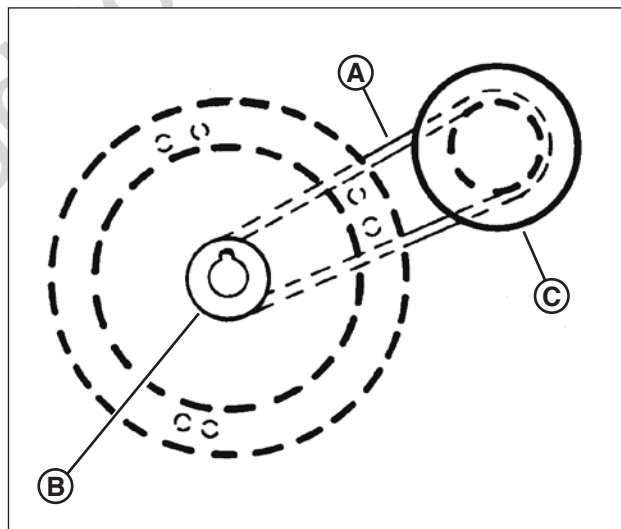

Figura 33: Encaminamiento de la correa de transmisión del motor
En cortacéspedes autopropulsados, la correa del motor (**A**, **Figura 33**) transmite energía desde la polea del motor (**B**) hacia el disco de transmisión (**C**). El disco de transmisión activa la correa Poly-V, la que activa la transmisión que activa las ruedas posteriores. Si estas correas se desgastan, pueden provocar deslizamiento, lo que afectaría el rendimiento del cortacésped. Se debe revisar la condición de la correa del motor y la correa Poly-V cada 25 horas de funcionamiento del cortacésped.
2. Observe el encaminamiento de la correa (**Figura 33**). En estos modelos, no hay una polea tensora para desconectar.